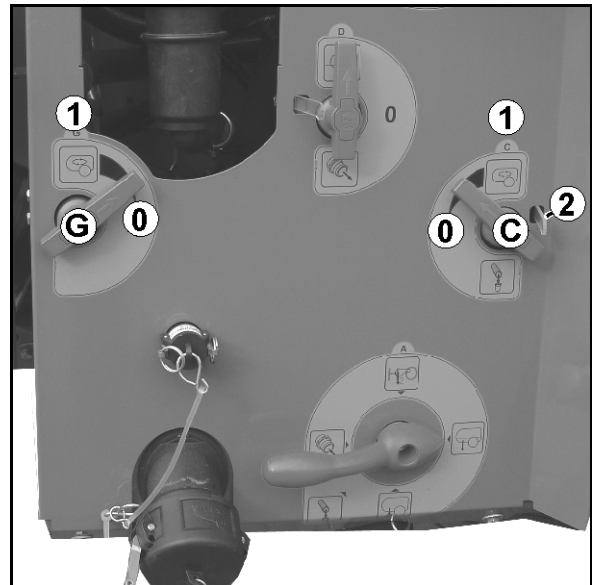

Bild 46
Stödben med vev (Bild 46/1):
1. Lossa låssprinten (Bild 46/2).
2. Dra ut bulten (Bild 46/3).
3. Höj eller sänk stödbenet med handtaget (Bild 46/4).
5. Använd handveven (Bild 46/5) för att